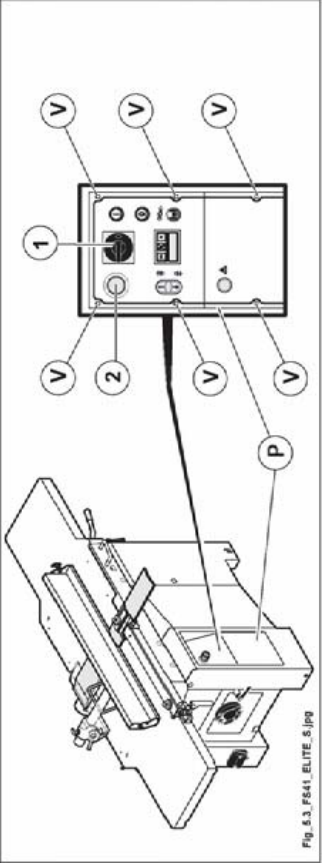

Abb. 5.3
- Notastaste (2 Abb. 5.3) an der Bedientafel.
- haupt schalter (1 Abb. 5.3) auf 0 (OFF) drehen und abschliessen, dann dies durch Warnschild bekanntgeben;
- zum Öffnen der Platte (P Abb. 5.3) die Schrauben (V Abb. 5.3) ausdrehen.
- platte schließen (P Abb. 5.3).